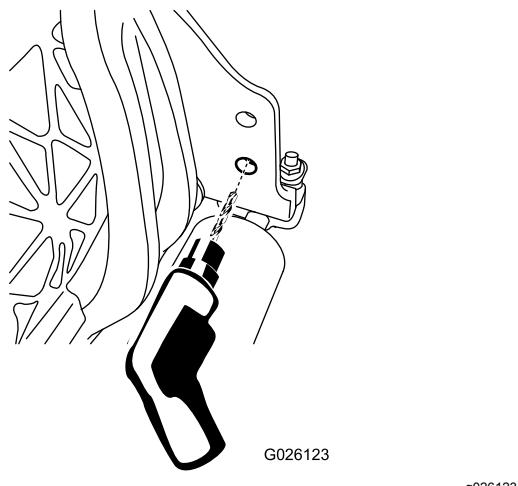

**Figura 6**
4. Sujete el extremo roscado de la barra de peso al bastidor con un perno con arandela prensada (Figura 6).